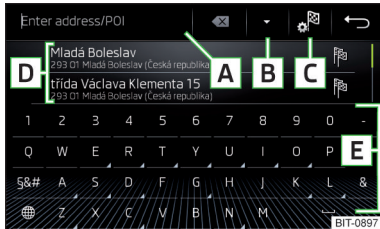
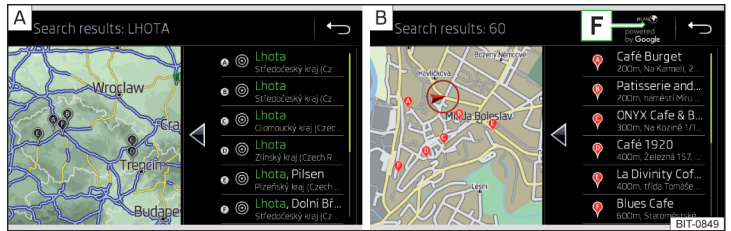

Abb. 170
Abb. 171 Liste der aufgesuchten Ziele: in den Navigationsdaten / online
Funktionsflächen » Abb. 170 und » Abb. 171
Im Bereich **D** » Abb. 170 wird eine Liste der aufgesuchten Ziele angezeigt. ▶
- ▶ **oder:** Die Funktionsfläche **B** » Abb. 170 antippen.
- 📍 In den Navigationsdaten aufgesuchte Ziele » Abb. 171 - **A**.
- 📍 Online aufgesuchte Ziele » Abb. 171 - **B**.